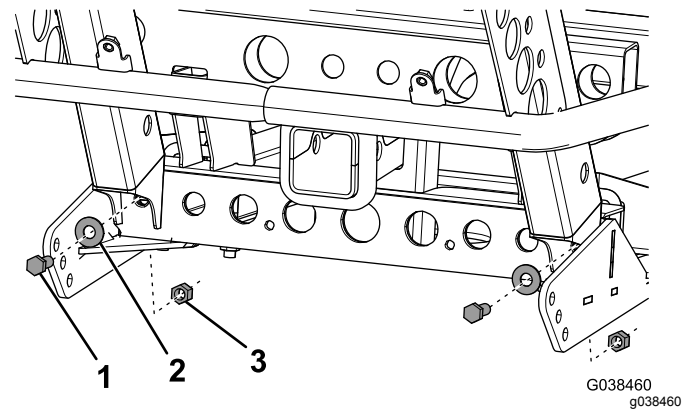

Bild 3
6. Befestigen Sie die Vorderseite des Pflugunterfahrschutzes lose mit zwei Sechskantschrauben ($\frac{3}{8}$ " x 1"), zwei Scheiben und zwei Sicherungsmuttern ($\frac{3}{8}$ " am Rahmen des Fahrzeugs, wie in **Bild 3** abgebildet.